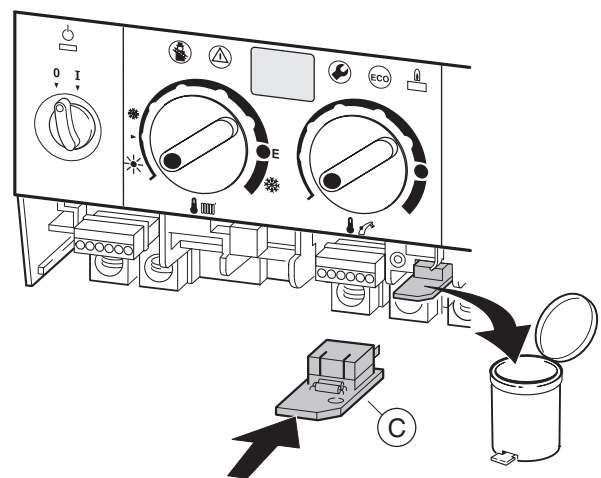

Fig. 78
- ▶ Sostituire gli ugelli (29).
- ▶ Cambiare la chiave di codifica alla Heatronic (fig. 78).